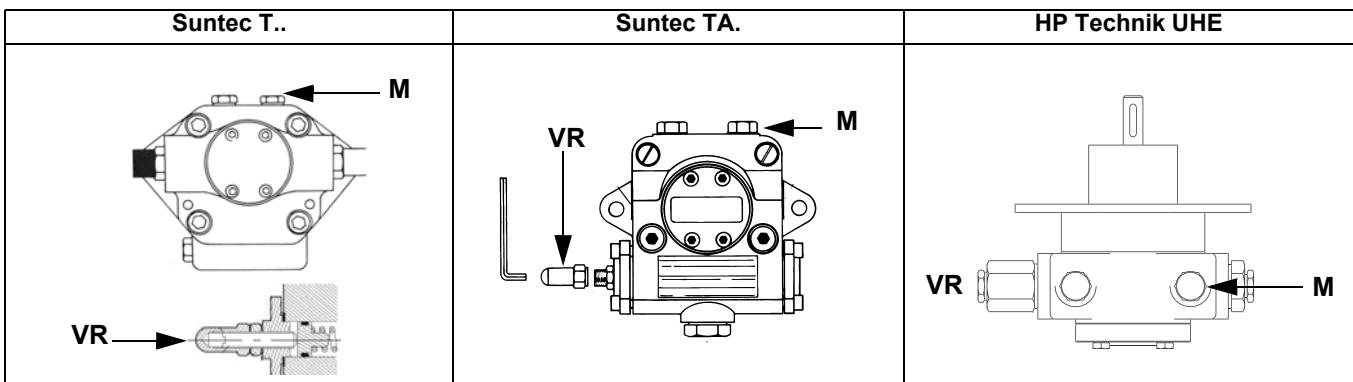

Рис. 13
- выпустить воздух со штуцера (**M**) манометра насоса (Рис. 13), расслабив слегка заглушку, но не снимая ее; затем отпустить контактор;